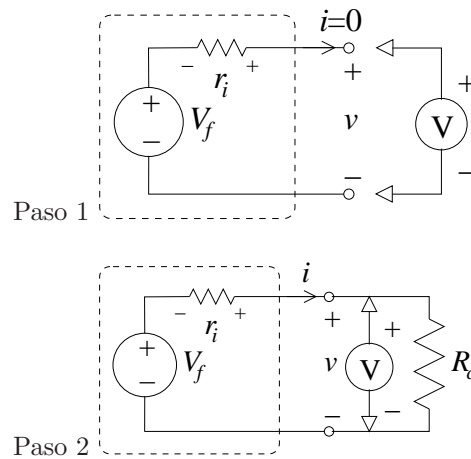

Figura 2.5: 1) Se mide la tensión en los extremos de la fuente, 2) se conecta una resistencia conocida a la fuente y se mide de nuevo
**1 Ejemplo (Cómo medir la resistencia interna de una fuente)** Un método para tener una estimación del valor de la resistencia interna de una fuente, sin medirla directamente se muestra en la Figura 2.5.